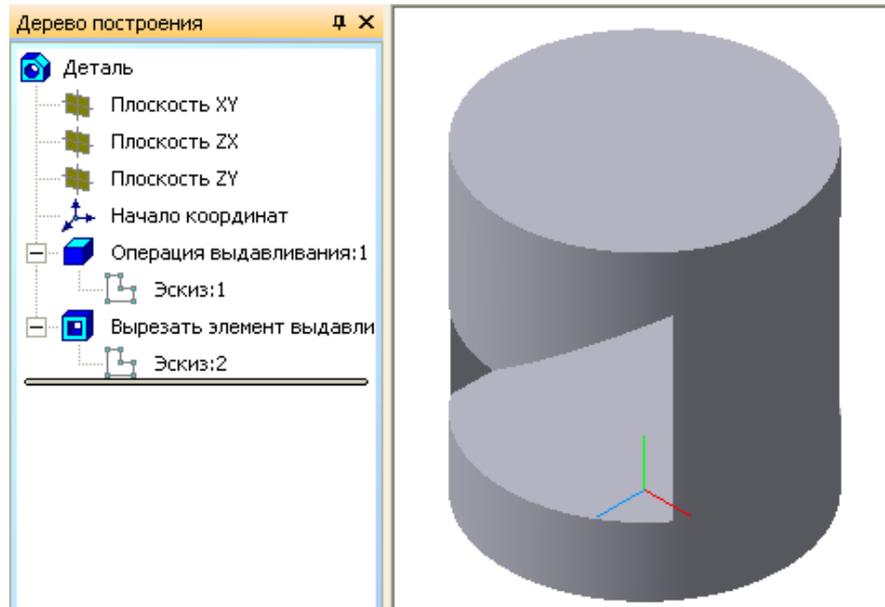

Рисунок 39
3. С помощью операции **Вырезать выдавливанием** создаем окончательную модель цилиндра (рисунок 39).